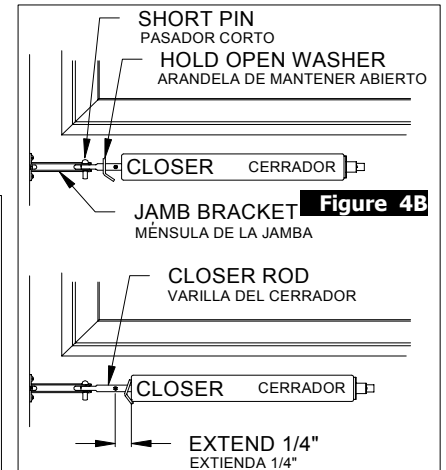

Figure 4B
B. Place hold-open washer on closer rod. Attach closer to jamb bracket with short pin. With closer attached, extend closer rod approximately 1/4" (0.6 cm) and hold it in place with hold-open washer. Extending the closer is necessary to ensure proper door function. **Figure 4B**
B. Placez la rondelle d'arrêt sur la tige du ferme-porte. Fixez le ferme-porte au support de montant avec la clavette courte. Une fois le ferme-porte en place, prolongez la tige du ferme-porte d'environ 1/4 po. (0,6 cm.) et maintenez-la ainsi au moyen d'une rondelle d'arrêt. Cette procédure est nécessaire pour assurer le bon fonctionnement de la porte. **Figure 4B**